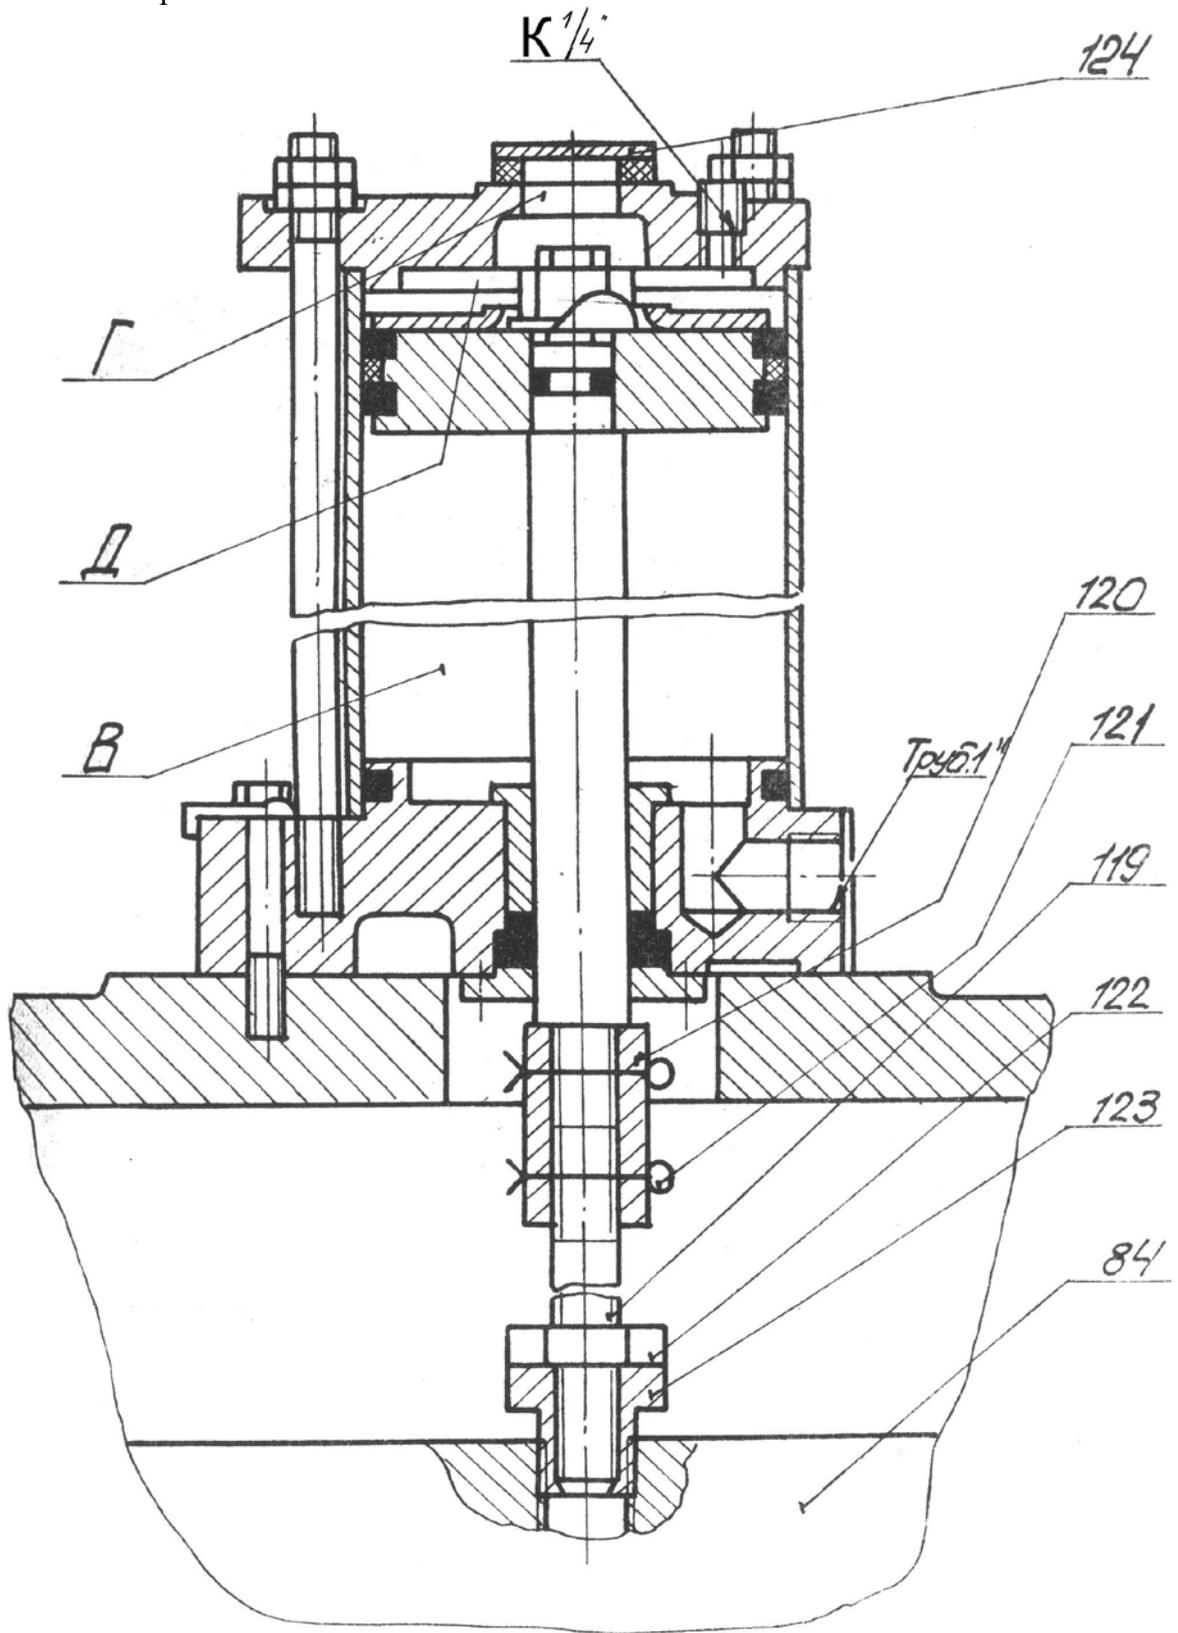

Рис. 11. Уравновешиватель ползуна.
5.2.7. Уравновешиватель ползуна (рис. 11)